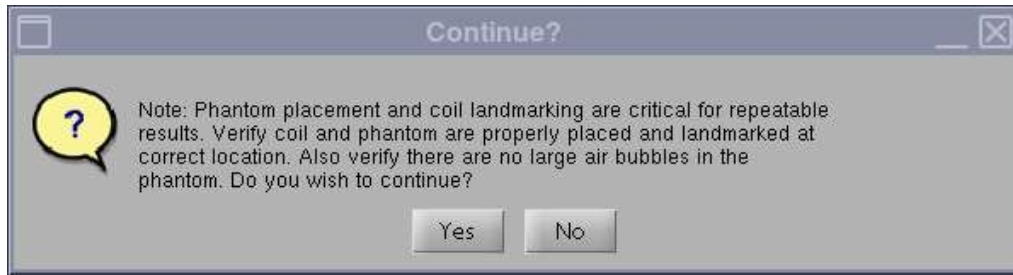

图 4
3. 启动之后，将会出现写着 "Phantom placement and coil landmarking are critical for repeatable results" (模体更换和线圈标记对准对于可重复结果非常重要) 的注释。如果已正确设立标记并且模体中没有气泡，单击 [Yes] (是) 以继续。(图 4)。